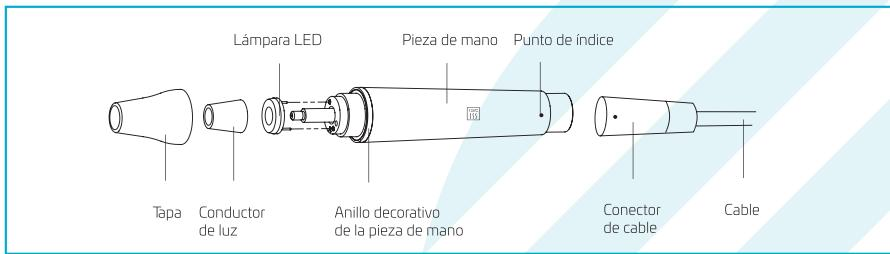

Figura 2 Pieza de mano con lámpara LED
4. Instrucciones para los componentes principales de la pieza de mano desmontable (mostrados en la figura 2).